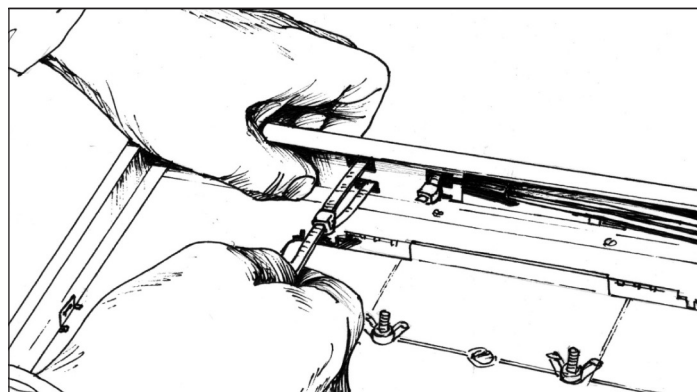

Рисунок 4.3 – Крепление ОК стяжками
4.1.5 Закрепить кабель по наружной оболочке при помощи хомута металлического или стяжки нейлоновой на Т-образных ламелях, расположенных на задней стенке корпуса шкафа (рисунок 4.3).